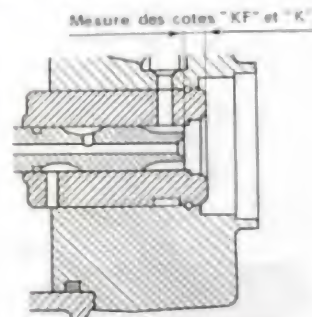

Fig. 31.
- Relever la valeur (différence entre le point « 0 » réglé et la cote lue sur le comparateur), puis la comparer avec la cote « KF » mentionnée sur la fiche d'essais (fig. 31).